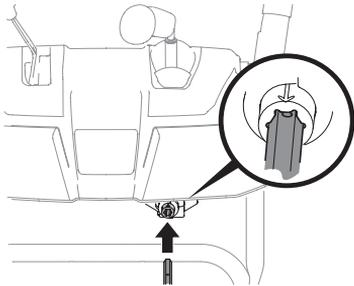

Figura 24
6. Inserte la varilla de control del canal en el piñón diferencial que está debajo del panel de la manija. Asegúrese de alinear el orificio de la varilla con la flecha que está sobre el piñón diferencial (Figura 24).